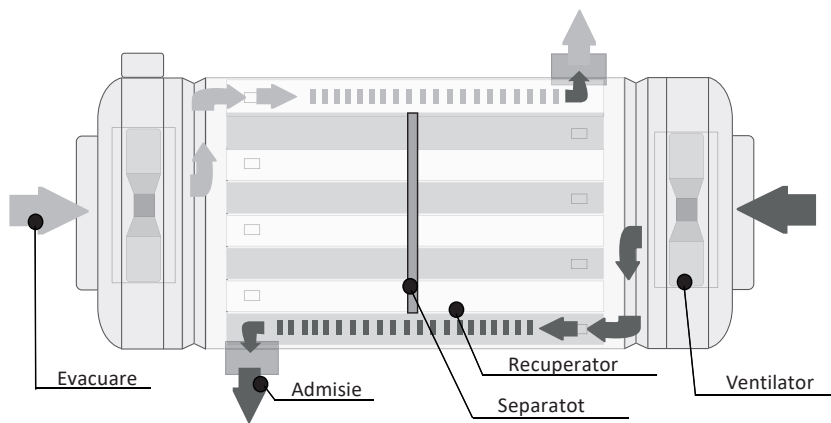

Fig. 1b. Diagrama debitelor de aer pentru sistemele tip «BB» (realizate la comandă) cu o evacuare centrală și cu 2 canale de admisie.
- «BB» - (se face la comandă) pentru amplasare simpla (în spațiul dintre plafon și tavanul suspendat) cu o intrare centrală și 2 canale de evacuare (Fig. 1b).